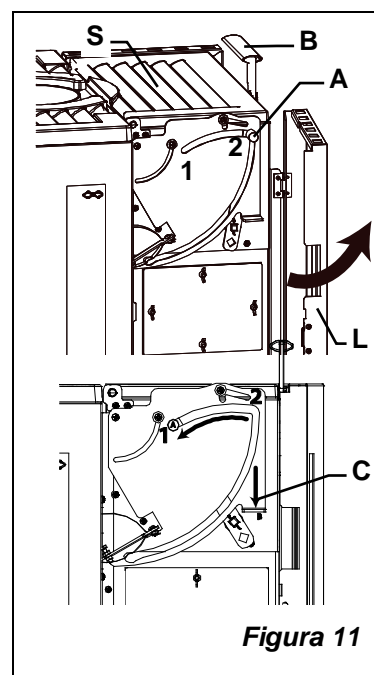

Figura 11
- 1) Aprire lo sportello laterale di accesso agli organi meccanici (L Figura 11);
- 2) Verificare il posizionamento corretto della leva A nella posizione 2 (Figura 11);
- 3) Sbloccare la maniglia del coperchio serbatoio pellet B Figura 11;
- 4) Aprire il coperchio del serbatoio (S);
- 7) a questo punto chiudere il coperchio del serbatoio (S) bloccarlo con la maniglia (B) per assicurare l'ermeticità.
- 8) Esercitare una leggera pressione sul punto C Figura 11 per permettere il movimento del pomello A nel senso indicato dalla freccia (posizione 1): in questo modo il pellet nel vano scenderà all'interno del serbatoio;